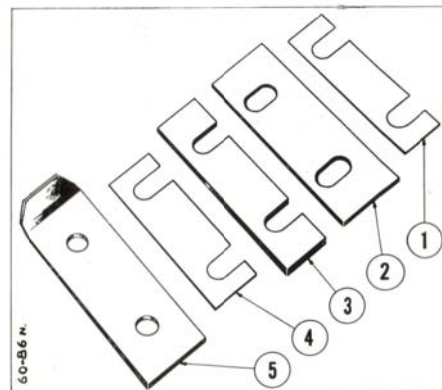

Fig. 31
La figure 31 montre l'ordre dans lequel ces cales et ces plaques doivent être montées. Les encoches dirigés vers l'avant, placer d'abord la cale (1, fig. 31) sur les 2 longs boulons, puis la plaquette support (2) avec son rebord vers l'intérieur et dirigé vers le bas. Par dessus, placer l'entretoise (3). La cale (4) facultative n'est utilisée que selon les besoins; elle peut être de différentes épaisseurs et il n'est pas nécessaire de la monter au départ. Son